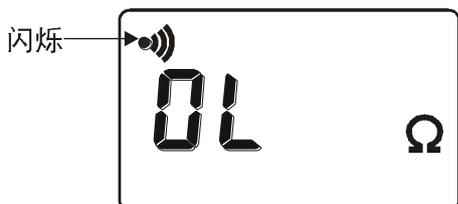

图5
*ETCR2000C 自检完成显示“0LΩ”的同时还闪烁显示🔊符号，见图 5。因空载电阻“0L”已超出电阻报警临界值。